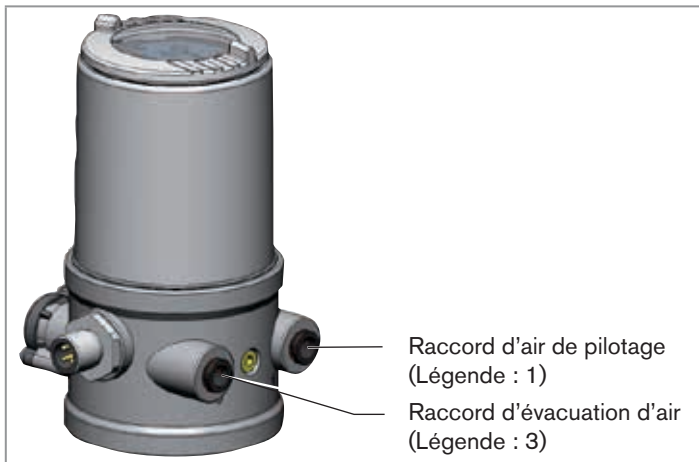

Fig. 10 : Raccordement pneumatique
- Raccorder le fluide de commande au raccord d'air de pilotage (1) (3 ... 7 bars ; air d'instrument, exempt d'huile, d'eau et de poussières).
- Monter la conduite d'évacuation d'air ou un silencieux sur le raccord d'évacuation d'air (3) (voir « Fig. 10 »).